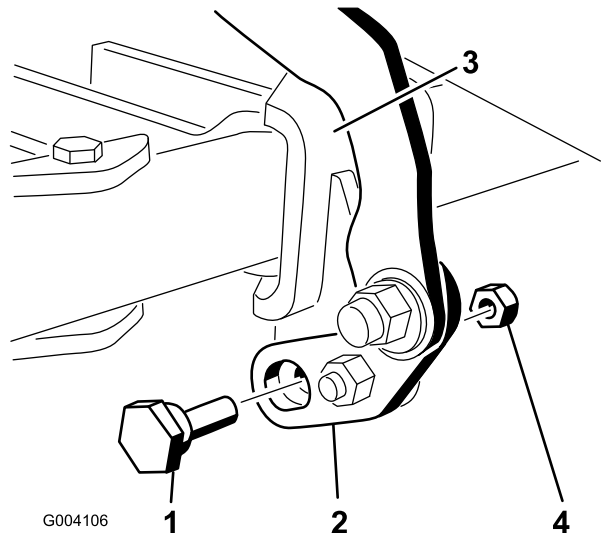
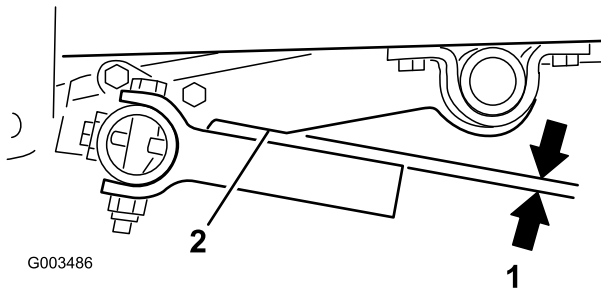

図 17
図 21
2. 図17 に示されているように、トラクションユニットとフレームとピボットチューブ間の距離を測定する。
2. 偏心ボルトを左右どちらかに回して、ツールバーのタインが昇降アームのノッチに対して平行になるようにする（図 17 と 図 21）。